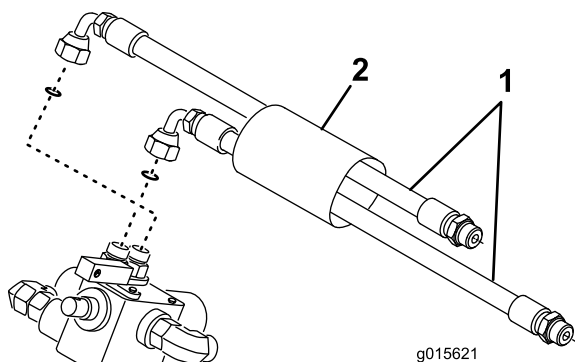

Figura 6
14. Collegate i 2 gruppi flessibile idraulico ai raccordi sulla parte superiore della valvola di regolazione (Figura 6).
15. Installate il manicotto protettivo sui flessibili (Figura 6).